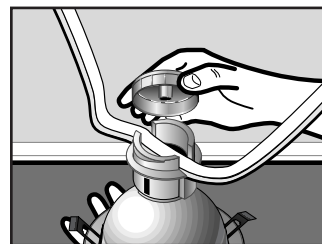

Figura 4
2. Conecte el cable a las guarniciones colocándolo en la tapa de la misma, según se muestra (vea figura 4).